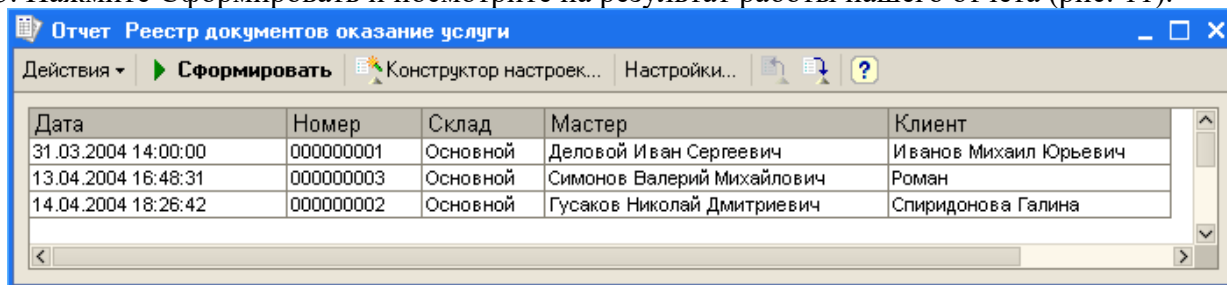

Рис. 11. Отчет Реестр документовоказаниеуслуги
13. Нажмите Сформировать и посмотрите на результат работы нашего отчета (рис. 11).